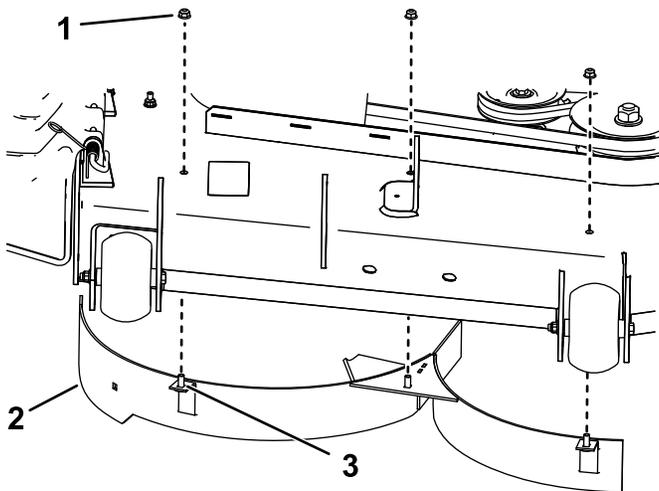

Bild 10
2. Montieren Sie das rechte Ablenkblech mit drei Muttern (5/16"), wie in Bild 10 abgebildet. Ziehen Sie die Befestigungen handfest an.